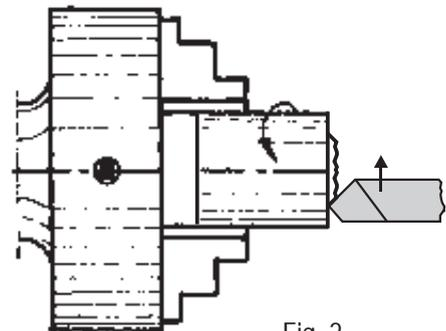

Fig. 2
- a) Deje la cara de la pieza que da contra el plato separada del mismo, lo necesario para la salida de la herramienta y desalojo de las virutas (Fig. 2).